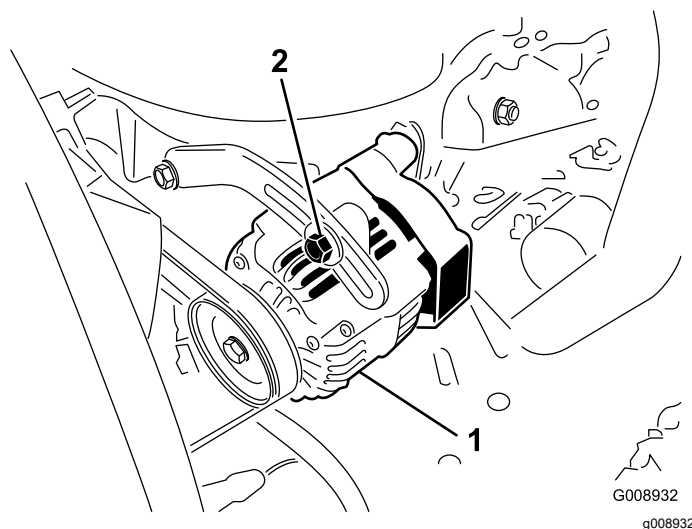

Figura 91
2. Se l'inflessione non è di 10 mm, allentate i bulloni di fissaggio dell'alternatore (Figura 91).